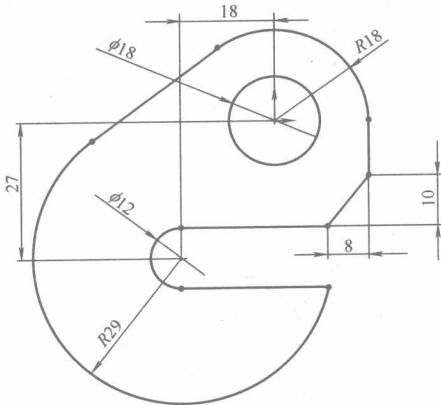

图 1-19 草图设计范例三
**简要提示：**所绘图形，如图 1-19 所示。
(3) 修剪图形，并添加约束关系，结果如图 1-19 所示。